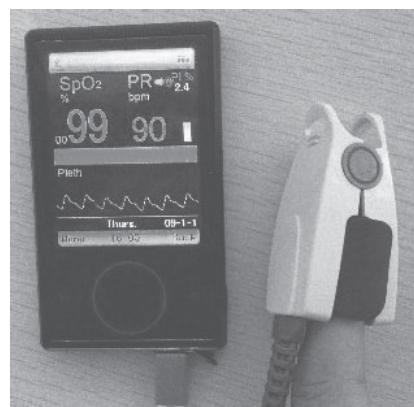

Figura 5.
6.1.1. Conecte la sonda según el método introducido en el capítulo 5.3, y luego introduzca el dedo en la sonda. Consulte la figura 5.
- B. El dedo debe estar en una posición adecuada (véase la ilustración adjunta de la Figura 5 como referencia), o de lo contrario puede resultar en una medición inexacta.